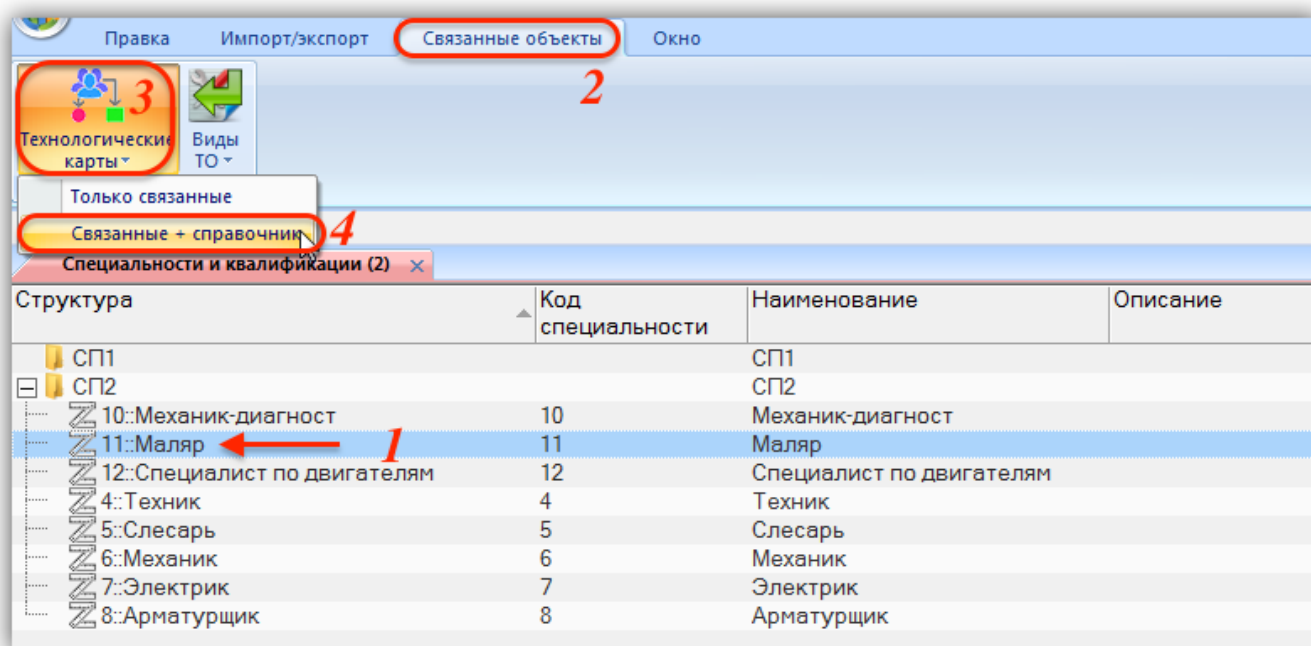

Рис. 9-97 – Открыть рабочие окна со специальностями и технологическими картами
- 2) Выделить специальность в рабочем окне «Специальности и квалификации», перейти вкладку «Связанные объекты», нажать кнопку «Технологические карты» и выбрать пункт «Связанные + справочник» (1–4 на рис. 9-97).